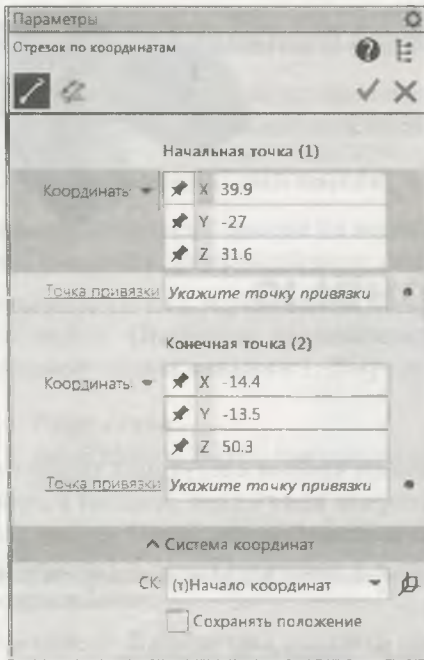
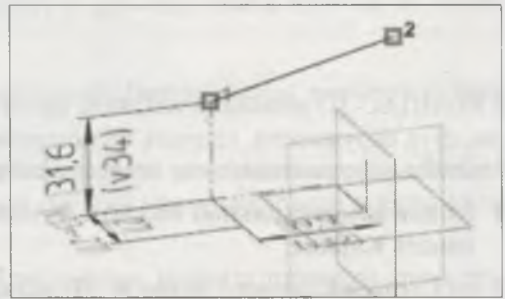

Рис. 22.1. Панель Параметры:
Рис. 22.2. Редактирование построенного отрезка
- ◆ нажмите кнопку **Отрезок по координатам**. На панели **Параметры: Отрезок по координатам** (рис. 22.1) в **Заголовке** панели имеется команда **Отрезок по длине и углу в плоскости**. Если в текущей команде была задана начальная точка, то при переходе к другой точке она остается указанной;
- ◆ с помощью групп элементов **Начальная точка (1)** и **Конечная точка (2)** задайте начальную и конечную точки одним из способов:
- ◆ после задания конечной точки отрезок создается автоматически и в **Дереве модели** появляется соответствующая пиктограмма. Изменить координаты отрезка можно, выделив его в **Дереве модели** и выбрав команду **Редактировать**. В графической области появляется фантом отрезка (рис. 22.2).